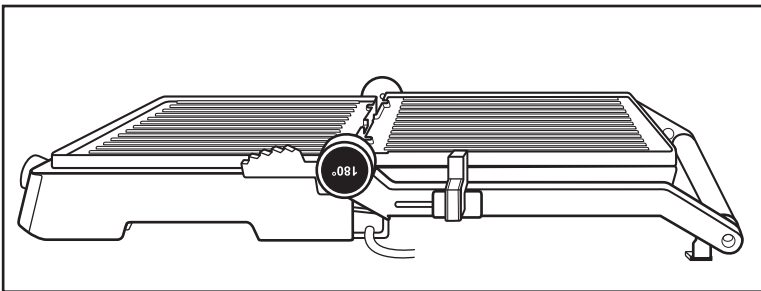

Fig. 2
- 3) Las placas de calentamiento **10** están la una junto a la otra y pueden utilizarse como grill de mesa (fig. 2).